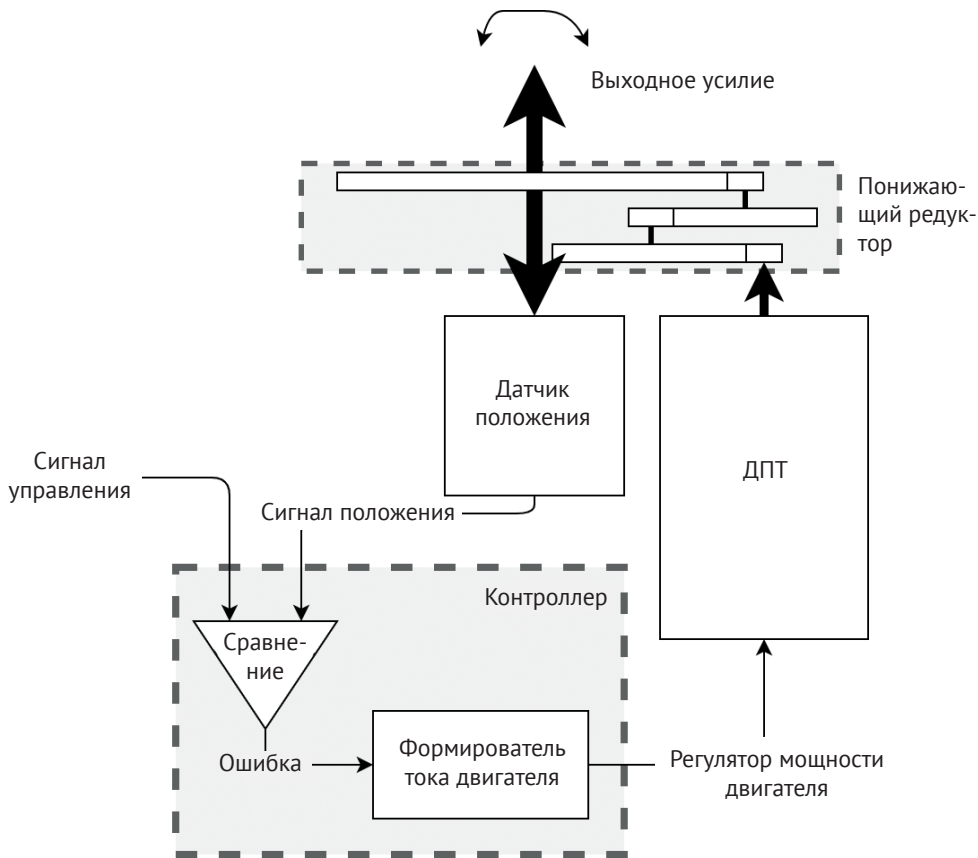

Рис. 2.5. Обобщенная схема механизма серводвигателя
3. **Серводвигатель (или *сервомеханизм*):** такой тип двигателя сочетает в себе редукторный двигатель с сенсором и встроенный контроллер, как представлено на рис. 2.5. Желаемое положение двигателя указывается посредством передачи управляющего сигнала на контроллер. Затем с помощью петли обратной связи с сенсором контроллер пытается достичь этого положения. Серводвигатели используются в механизмах поворота и наклона, а также в роботах-манипуляторах и конечностях роботов. Более подробно мы поговорим о серводвигателях и их программировании в главе 10.